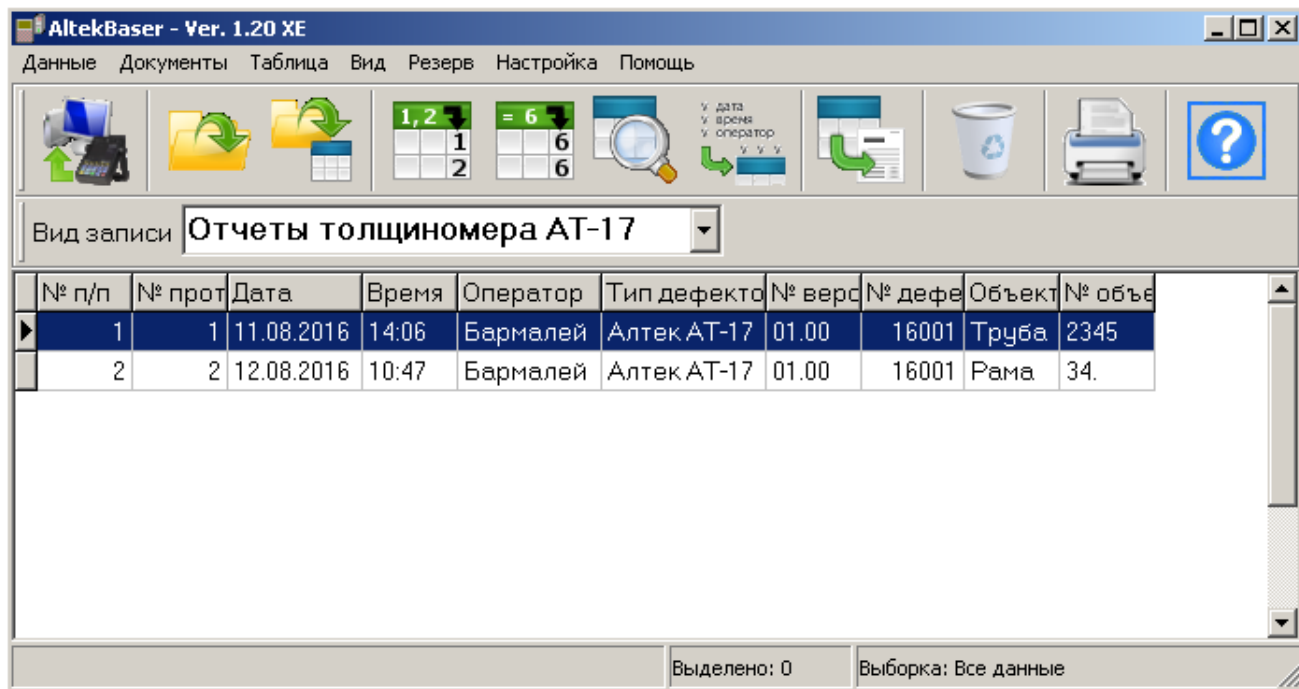

Рисунок 15 – Окно базы данных "AltekBaser"
- запустить программу "AltekBaser" на ПЭВМ. На дисплее ПЭВМ отобразится окно базы данных (рисунок 15);